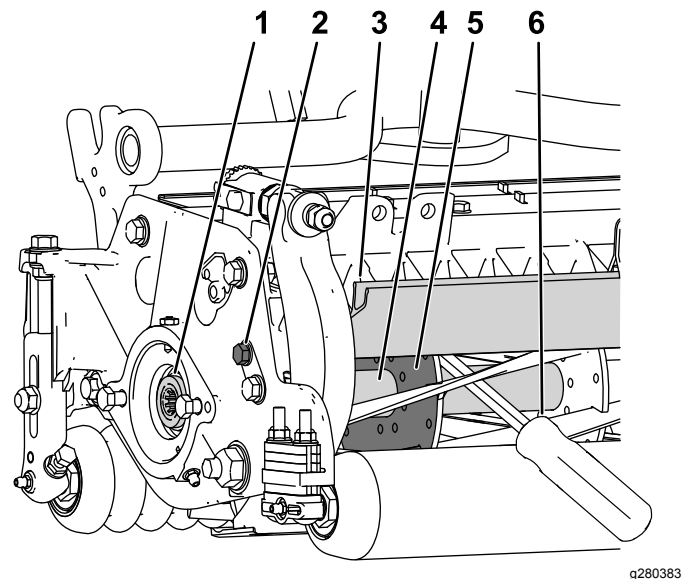

図 37
1. カuttingユニット左側のシールドボルトをゆるめて後シールドを上げる図 37。
意する。バールは、トルク作業を行う側に近い側で、リールの後ろから差し込むようにする図 37。
3. リールサポートプレートの溶接されている側からバールを入れ図 37、